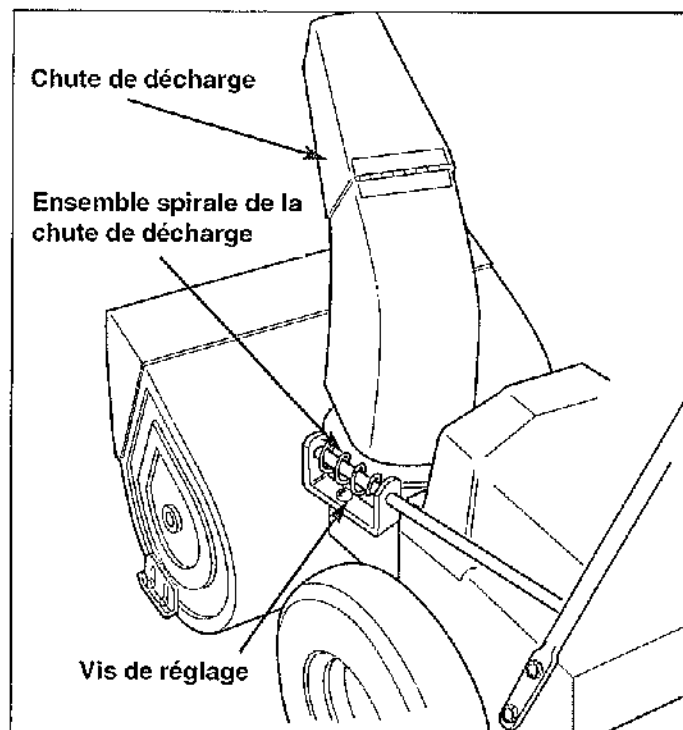

Figure 20. Réglage de la spirale de la chute de décharge
1. Desserrer la vis de réglage sous la partie de montage de l'ensemble de la spirale. (Figure 20).